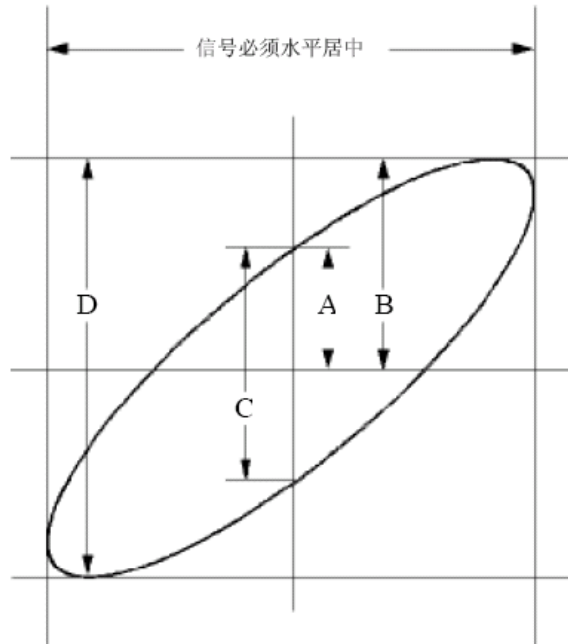

图 3-7: 李沙育 (Lissajous) 图形
- (1) 将示波器前面板的 **+/-XY** 选择开关设置于 **XY** 档。
- (2) 将探头上的开关根据需要设定为 **1X** 或 **10X** (参见P8的“探头衰减系数设定”)。
- (3) 将示波器前面板Y输入端的探头连接至要显示在Y轴(垂直轴)的信号, 将X输入端的探头连接至要显示在X轴(水平轴)的信号。
- (4) 转动 **Volts/DIV** 旋钮设置Y轴信号的垂直档位。X轴信号的垂直档位固定为 **0.5V/DIV**。
- (5) 转动 \triangleleft Position 调节波形的垂直位置。转动 \triangleleft Position 调节波形的水平位置。
- (6) 应用椭圆示波图形法观测并计算出相位差。见图 3-7。